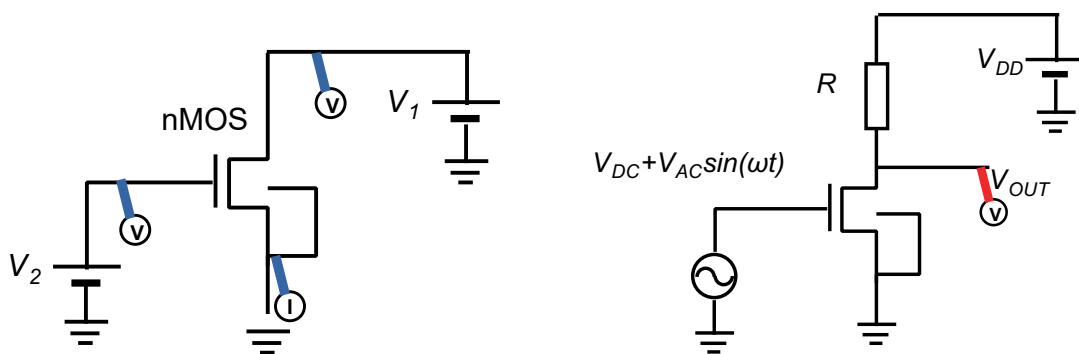

図 12
まず、N チャネル MOS トランジスタ (Mbreak-N) を用いて図 12(左) の回路を作成せよ。トランジスタのパラメータは次のように設定する。
- [4(c)] 回路を図 12(右) のように変更し、 $V_{DC} = 3$ V, $V_{DD} = 5$ V, $V_{AC} = 1$ mV, $\omega = 1$ kHz と設定せよ。 V_{OUT} の時間変化を調べよ。抵抗 R を 1 k Ω から 100 k Ω まで振って、 V_{OUT} の振幅の変化を調べよ。